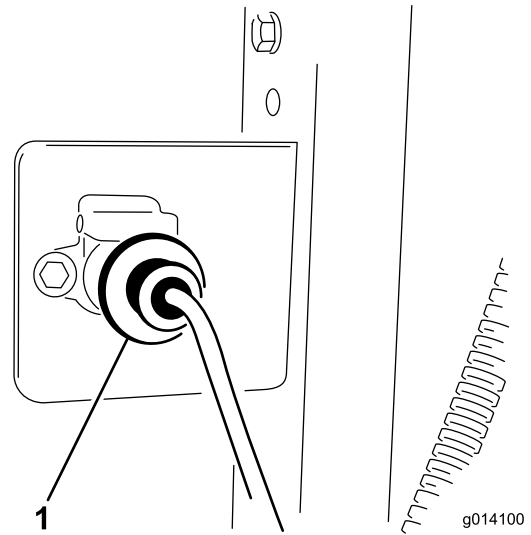

Bild 10
3. Befestigen Sie den Kabelbaumanschluss mit zwei Schrauben (1/4" x 1") und Muttern an der Halterung (Bild 10).
5. Schließen Sie den Kabelbaum des Basisgeräts am Kabelbaum des Zugfahrzeugs an (Bild 10). Der